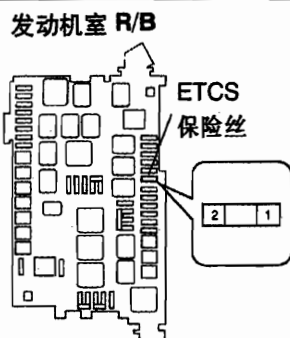
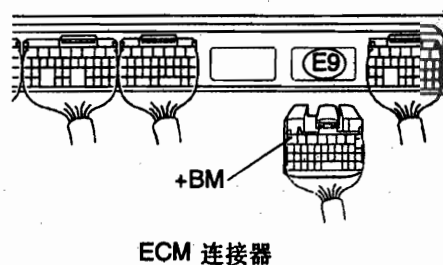

图 2-2-99
图 2-2-100
(1) 从发动机室继电器盒中拔出 ETCS 保险丝, 脱开 ECM 连接器, 如图 2-2-99 和图 2-2-100 所示, 检测 ETCS 保险丝插座端子 2 与 ECM 连接器端子 E9-6(+BM) 间的导通性, 应导通。检测 ETCS 保险丝插座端子 2 或 ECM 连接器端子 E9-6(+BM) 与车身接地间的导通性, 应不导通
(2) 从发动机室继电器盒中拔出 ETCS 保险丝, 脱开蓄电池正极电缆, 如图 2-2-99 所示, 检测蓄电池正极电缆端子与 ETCS 保险丝插座端子 1 间的导通性, 应导通。分别检测蓄电池正极电缆端子或 ETCS 保险丝插座端子 1 与车身接地间的导通性, 应不导通